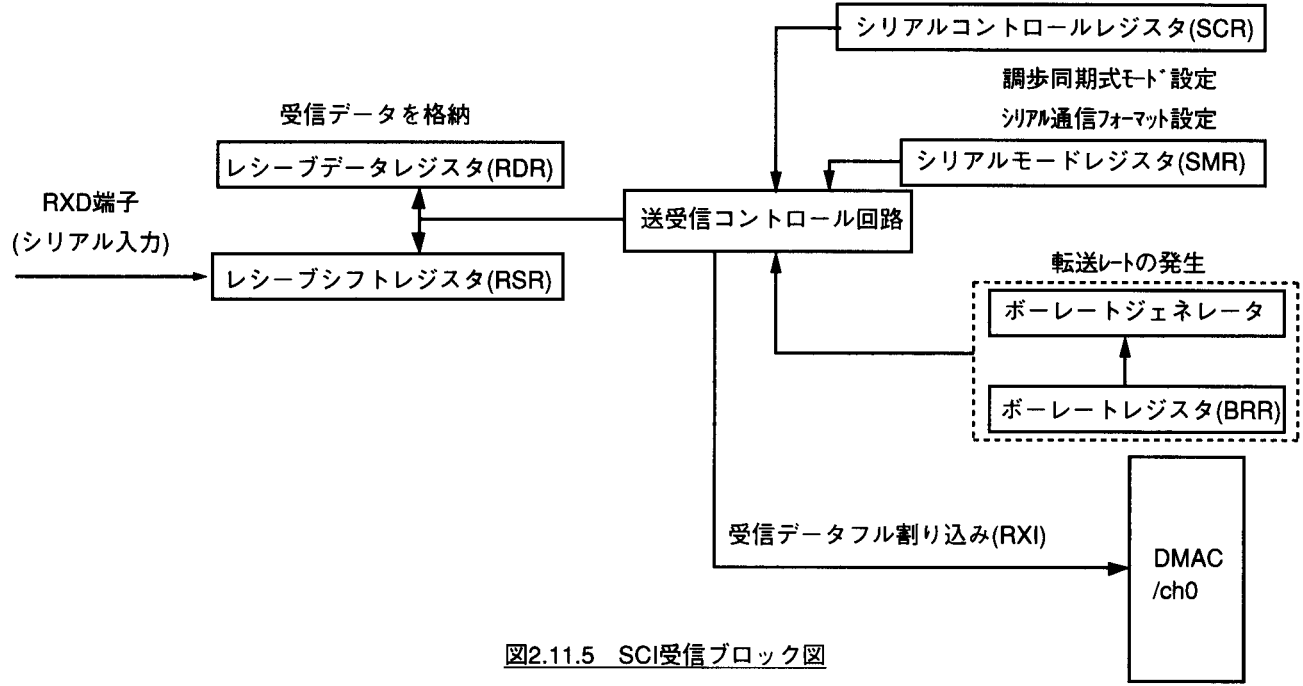

図2.11.5 SCI受信ブロック図
- (b) 図2.11.5に本タスク例で使用するSCIの受信ブロック図を示します。本タスクでは図2.11.5に示すSCIの以下の機能を使用してコンソールからのデータを受信します。